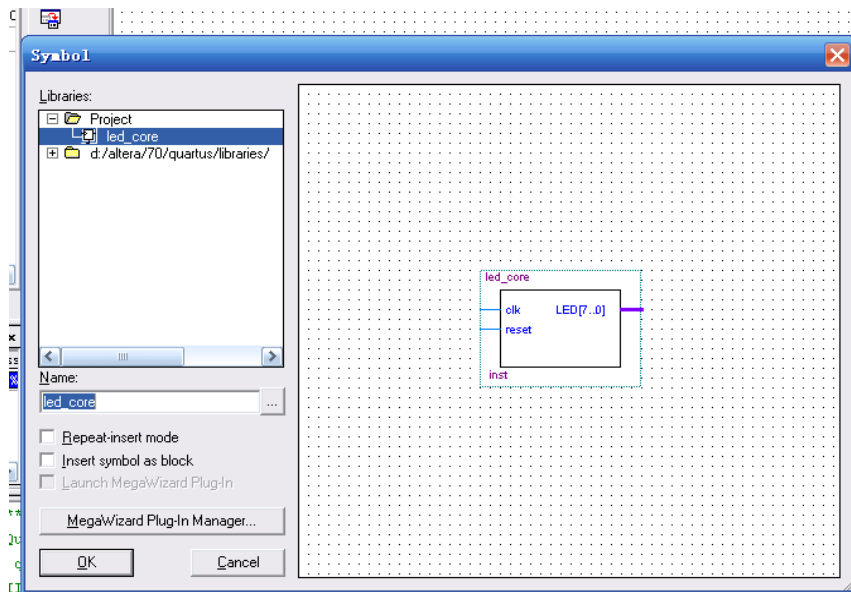

图 32 符号对话框界面
- a) 新建一个 Block Diagram/Schematic File.在编辑框中双击鼠标左键，会出现符号对话框，如图 32 所示。在左边 Project 文件夹下会选择 led_core，在右边显示出 led_core 的符号，点击【OK】后，可以将符号添加到设计中。